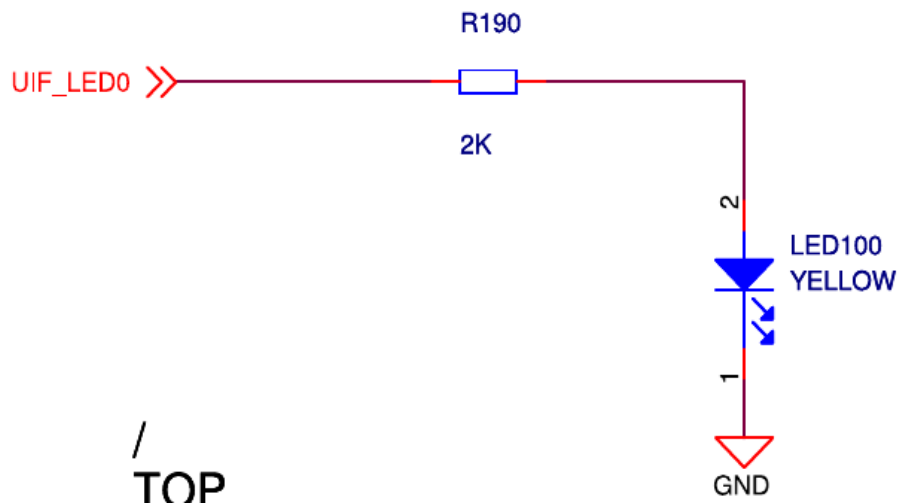

Figura 6.1: Esquemàtic mostrant un LED connectat a un pin de GPIO
Així, si estem treballant a 3.3 Volts d'alimentació i d'entrada i sortida, si a un pin configurat com d'entrada algun altre dispositiu hi posa un valor proper a 3.3 volts, des de el nostre software o comunament anomenat **Firmware** (FW) en la seva forma anglesa, llegirem que aquest pin té un valor d'1'. En canvi, si el pin està configurat com a sortida, quan posem un '1' des del FW, el pin corresponent forçarà un valor de 3.3 volts (com a la Figura 6.1).